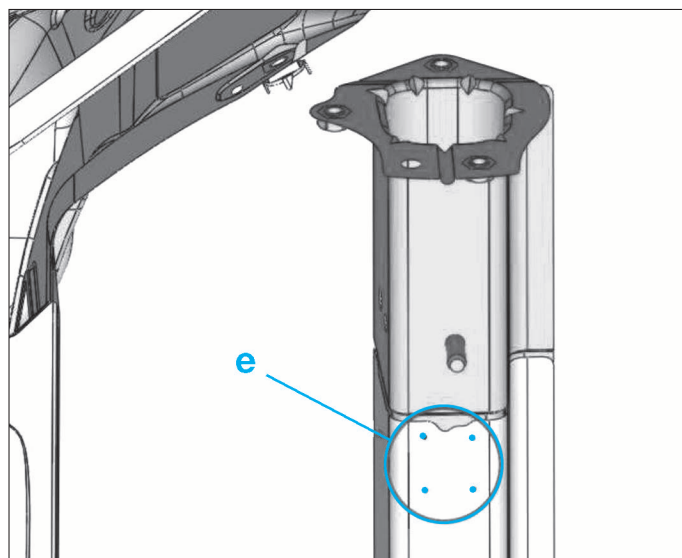

FIG. 137
- Fraiser les 4 points (e) (Fig.137).
- (d) par bouchonnage au Mig (Fig.137).